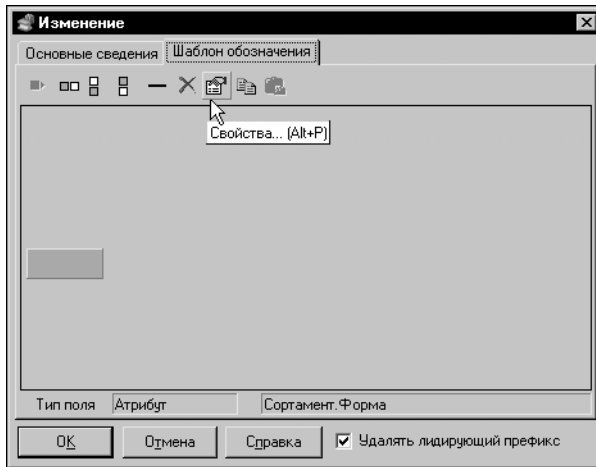

Рис. 4.31.
3. В появившемся на экране диалог **Изменение** активизируйте вкладку **Шаблон обозначения** (рис. 4.31).
3. В появившемся на экране диалоге **Изменение** активизируйте вкладку **Шаблон обозначения** (рис. 4.31).